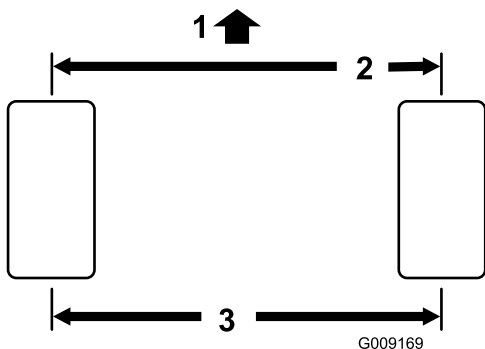

Figura 57
2. Mida la distancia entre centros (a la altura del eje) en la parte delantera y trasera de los neumáticos de dirección (**Figura 57**).